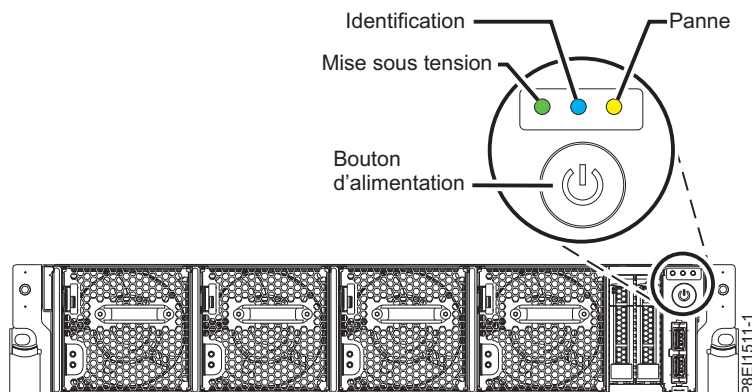

Figure 38. Bouton d'alimentation
- Le voyant de mise sous tension, illustré dans la figure 38, doit clignoter. Un voyant clignotant indique que l'alimentation de l'unité est en mode veille.
3. Appuyez sur le bouton d'alimentation illustré dans la figure 38. Le voyant de mise sous tension arrête de clignoter et reste fixe, ce qui indique que le système est sous tension. Les ventilateurs du système tournent à plein régime et, après environ 30 secondes, ils reprennent leur régime normal de fonctionnement.